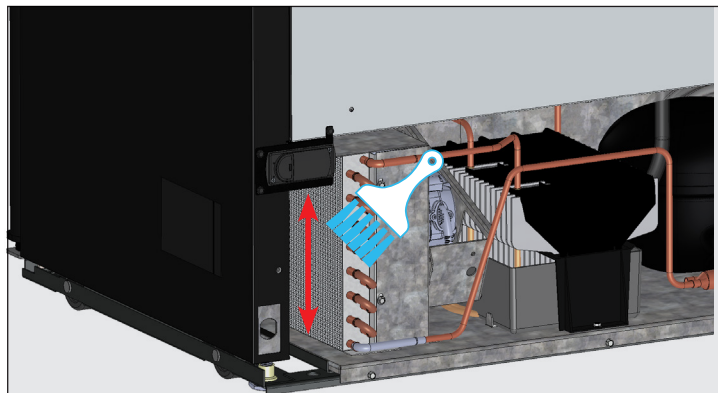

Fig. 2. Non spazzolare mai trasversalmente le alette della serpentina.
3. Con una spazzola a setole rigide, pulire accuratamente lo sporco accumulato sulle alette della serpentina del condensatore anteriore. Vedere fig. 2.